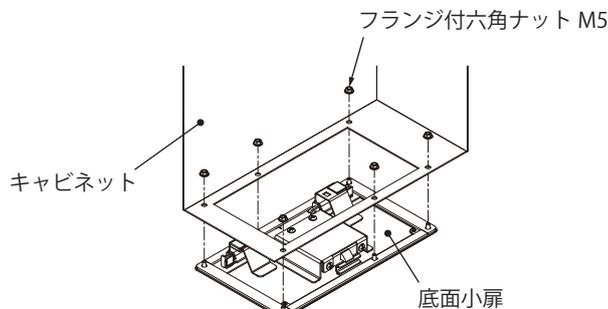

図3
2. 底面小扉をキャビネット外側から挿入し、内側からフランジ付六角ナット M5 で締め付けてください。(図3)